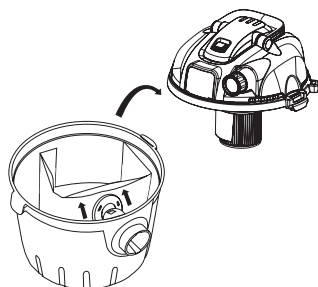

Fig. 10 – Removendo o saco de pó usado
3. Levante a tampa e retire o saco de pó usado, puxando-o no sentido contrário ao de encaixe, conforme mostra a Fig. 10;